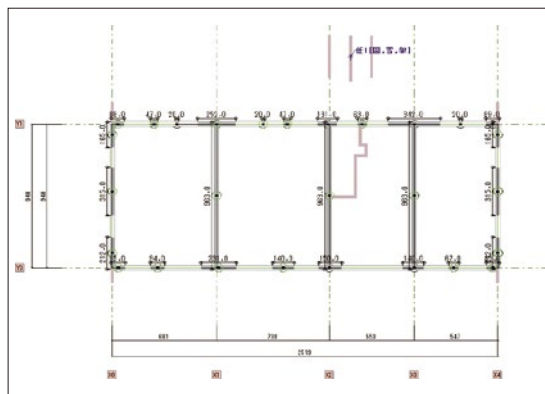

図4 モデル化伏図表示例
- ・開口と開口で挟まれた壁の部分は壁柱に置換し、壁はりも指定された構造階高で線材に置換します。線材への置換はモデル化条件の指定により自動的に行います(図4,5)。